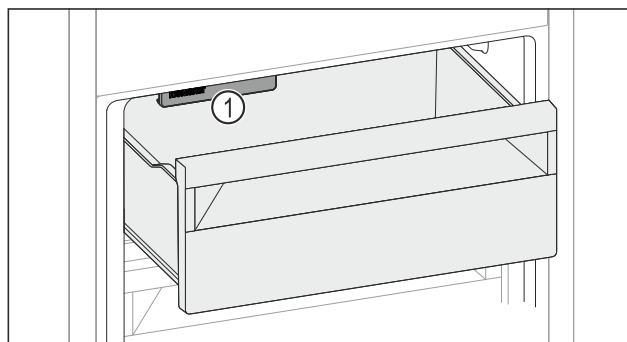

Fig. 158
- ▶ Prihliadajte na IceMaker Fig. 158 (1).